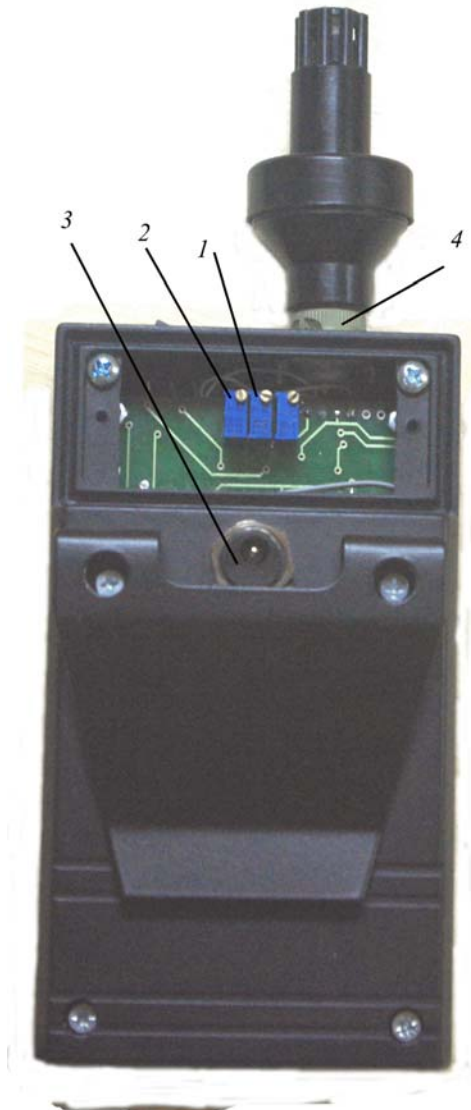

Рис.3. Вид газоанализатора СИГНАЛ-4 сзади со снятой крышкой.
- ◆ при необходимости осуществить коррекцию чувствительности потенциометром регулировки усиления (см. Приложение рис.3). Отвернуть саморезы, крепящие заднюю крышку (см.рис.3). Снять крышку, при этом освободится доступ к регулировочному винту 2 потенциометра регулировки чувствительности шкалы. Регулировка чувствительности проводится на концентрации ВОГ не менее 40 % НКПР).